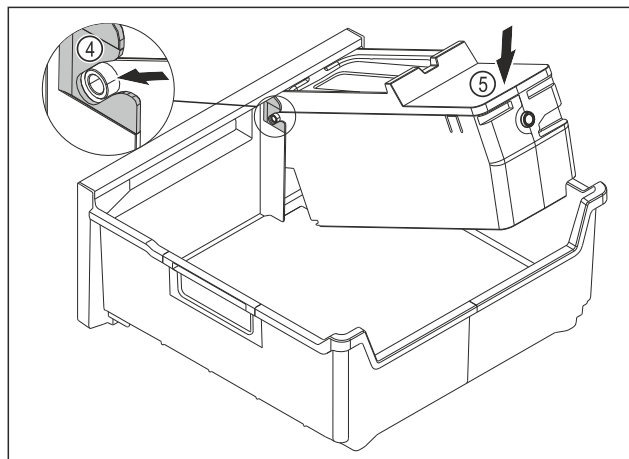

Fig. 121
- ▶ Montera EasyTwist-Ice-enheten: Skjut in axlarna på EasyTwist-Ice-enheten i styrningarna Fig. 121 (4).
- ▶ Tryck EasyTwist-Ice-enheten Fig. 121 (5) baktill nedåt.